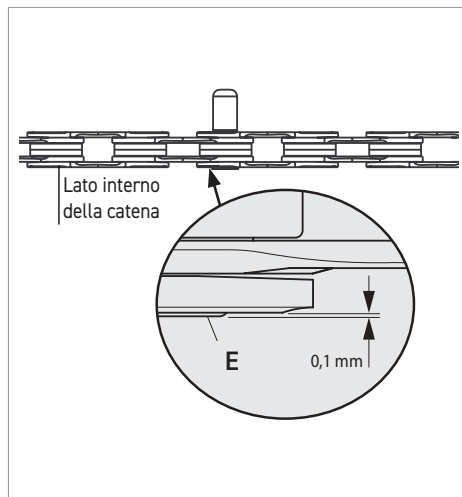

Fig.13
Onde evitare di rovinare irrimediabilmente la catena, NON AVVITATE l'utensile oltre la battuta. Lasciate che la bussola ULTRA-LINK 5-CN-SR700 (E) sporga di 0,1 mm dal lato interno della catena (Fig. 13).